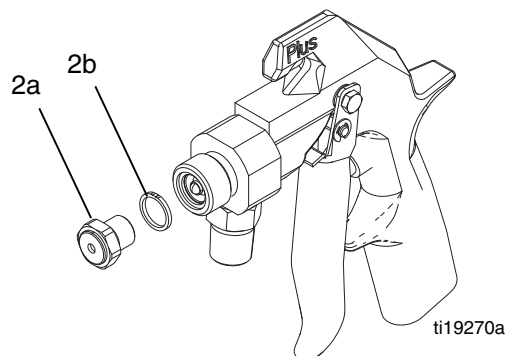

FIG. 6
3. Dévissez le siège de la vanne (2a). Retirez le joint d'étanchéité (2b). Consultez la FIG. 6.